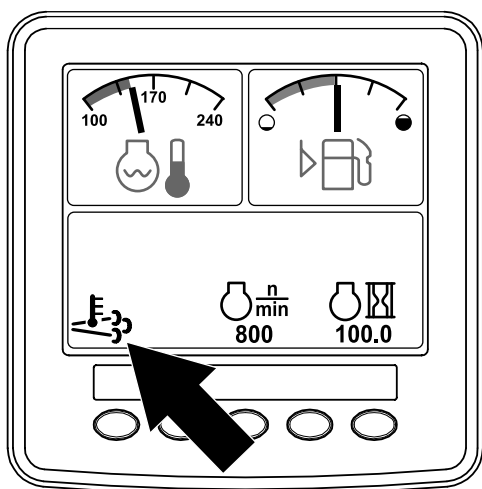

Рисунок 41
- Значок высокой температуры выхлопа отображается на экране инфо-центра (Рисунок 41).